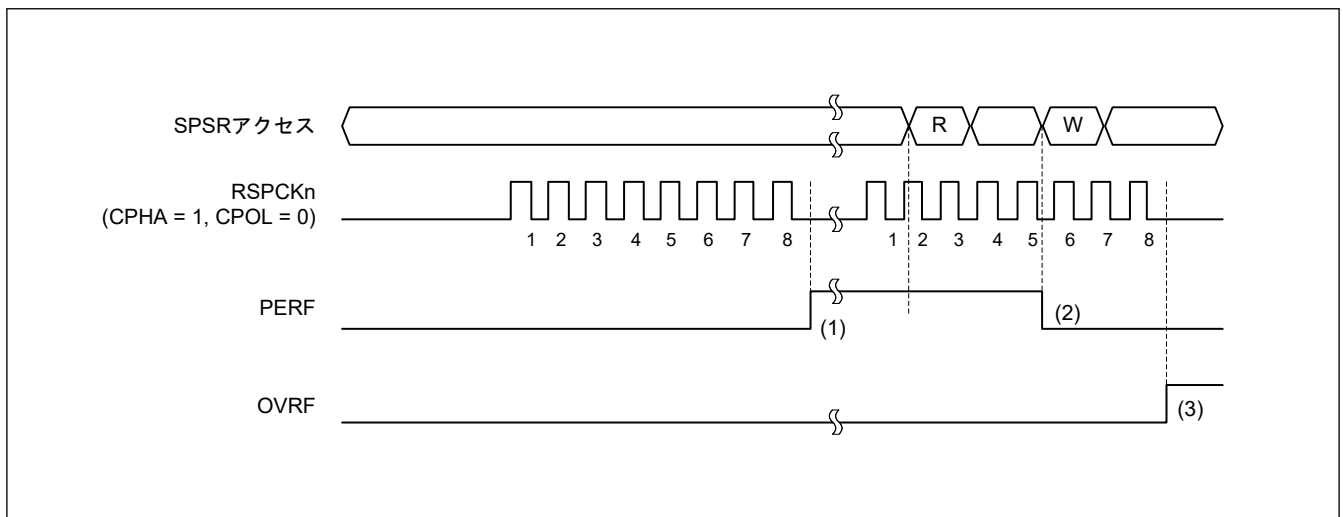

図 28.31 OVRF フラグおよび PERF フラグの動作例
図 28.31 に OVRF フラグと PERF フラグの動作例を示します。図 28.31 に記載の SPSR アクセスは、SPSR レジスタへのアクセス条件を示します。W は書き込みサイクル、R は読み出しサイクルを示します。この例では、SPCR2.SPPE ビットが 1 の状態で全二重シリアル通信を行います。SPCMD0.CPHA ビットが 1、かつ SPCMD0.CPOL ビットが 0 の設定で、SPI は 8 ビットのシリアル転送を実行します。RSPCK_n 波形の下に記載した数字は RSPCK サイクル数 (= 転送ビット数) を示しています。
以下に、図 28.31 の (1)~(3) に示したタイミングでのフラグの動作内容を説明します。